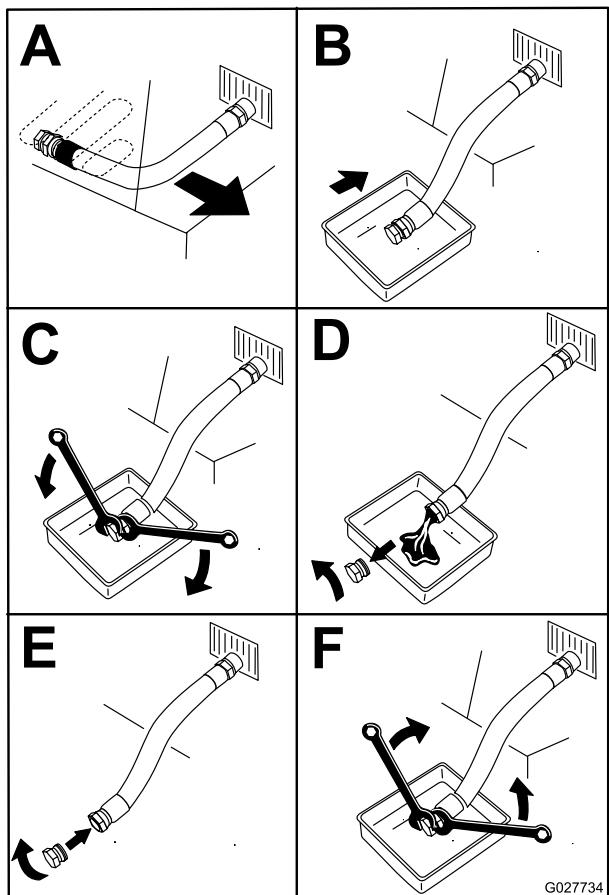

Figure 49
- Vidangez l'huile moteur (Figure 49).